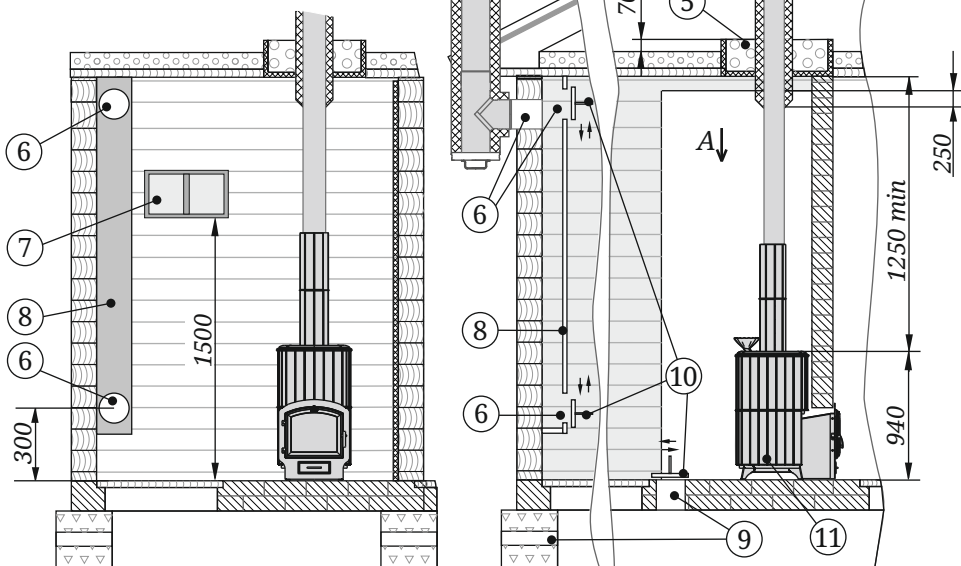

Рисунок 3. Схема монтажа печи
- пол из горючих и трудногорючих материалов перед дверцей топки — металлическим листом размером 700×500 мм (рисунок 3);
Для обеспечения хорошего воздухообмена, вентиляции и обеспечения оптимальных кондиций русской паровой бани, в парной необходимо организовать приточно-вытяжную вентиляцию (см. рисунок 3).